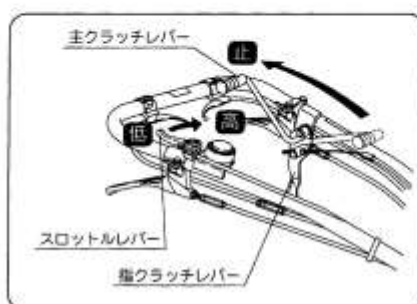

図20
- 低速から高速に切換操作は主クラッチを一旦切ってからおこなってください。（図20）
- 高速の「前進」の切換操作は主クラッチを一旦切ってからおこなってください。（図20）